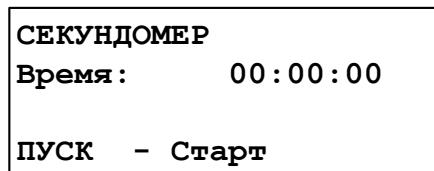

Рисунок 25
4.10.3.1 В режиме ожидания выбрать пункт меню «Режим» → «Настройка» → «Секундомер» и нажать клавишу «Пуск». Пенетрометр переходит в режим секундомера (см. рисунок 25).